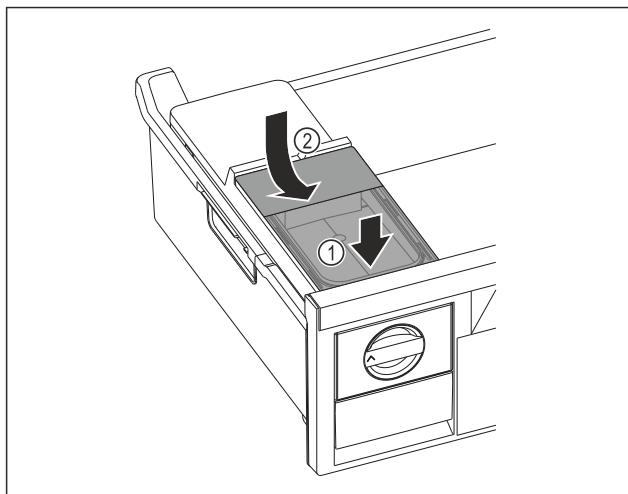

Fig. 92
- Помістити бак для води спереду. Fig. 92 (1)
- Опустити бак для води ззаду. Fig. 92 (2)